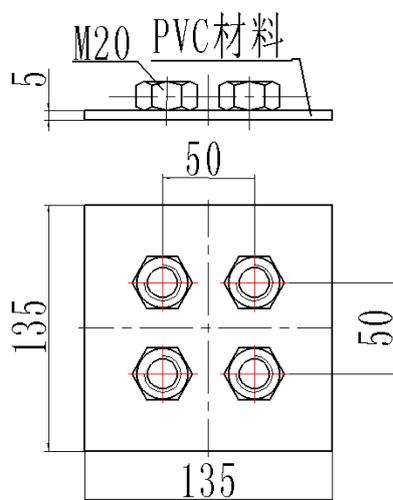
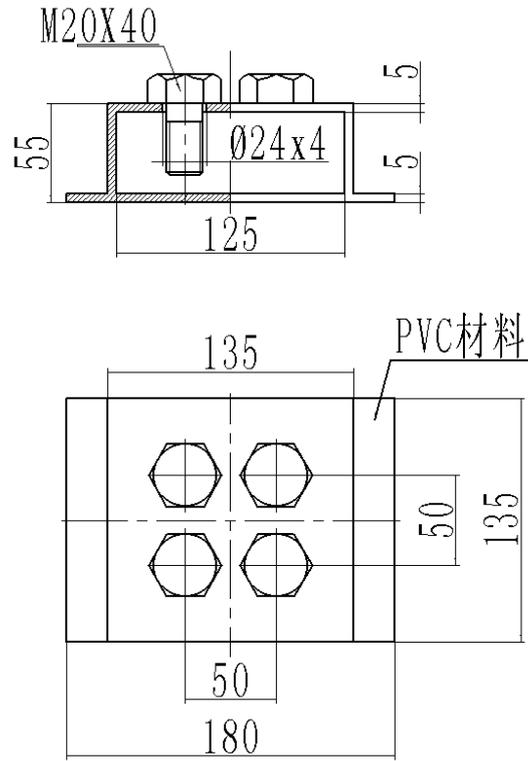
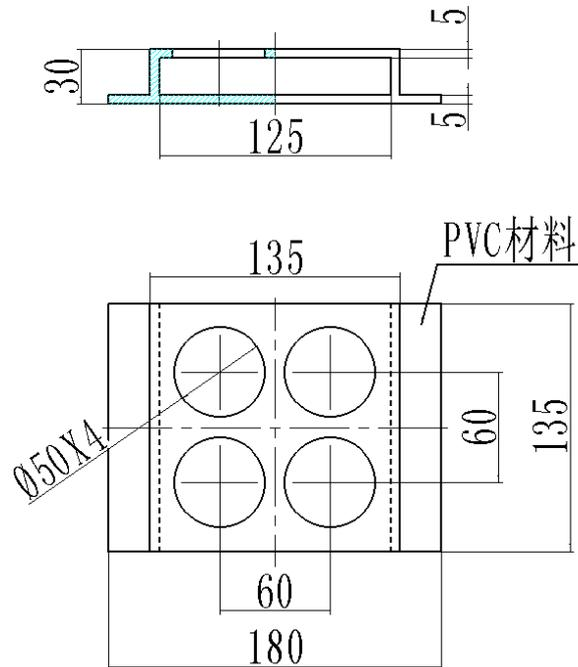

图 4 螺母零件放置盒 1
图 5 螺栓零件放置盒 2
图 6 装配件放置盒 3
2、待装配零件是 M20 外六方碳钢螺母（GB6170）和 M20X40 外六方碳钢螺栓（GB/T 5782-2000）。如图 4 和图 5 所示，分别放置在零件盒 1 和零件盒 2 中。装配后的零件放置在如图 6 所示的零件盒 3 内。